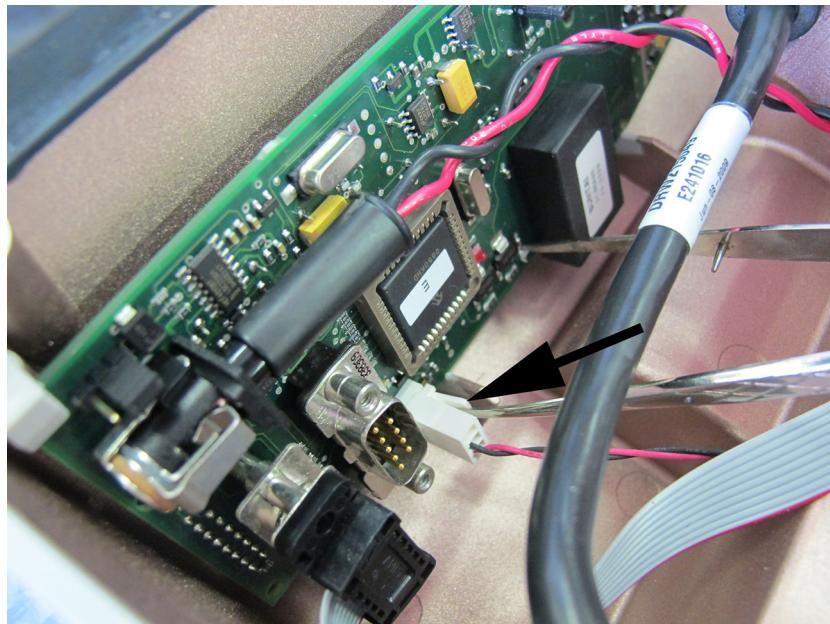

Figure 20 Débranchement du fil du ventilateur
- 4. Débranchez le fil du ventilateur (indiqué par la flèche dans la Figure 20 \(page 124\)) de la carte PCB.